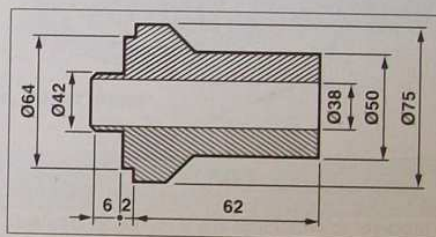

FIG. 59
- 1^{er} type : joint en élastomère équipé d'un ressort et d'une lèvres d'étanchéité en "V". Ce type de joint se repose sur le vilebrequin, intervalle de la lèvres préalablement graissée, à l'aide d'un mandrin de diamètre approprié, et doit être enfoncé jusqu'au contact de l'outil avec la culasse (outils Citroën 4507-T.F, côté distribution, et 4521-T.G, côté volant moteur, voir cotes de réalisation Fig.59 et 60).